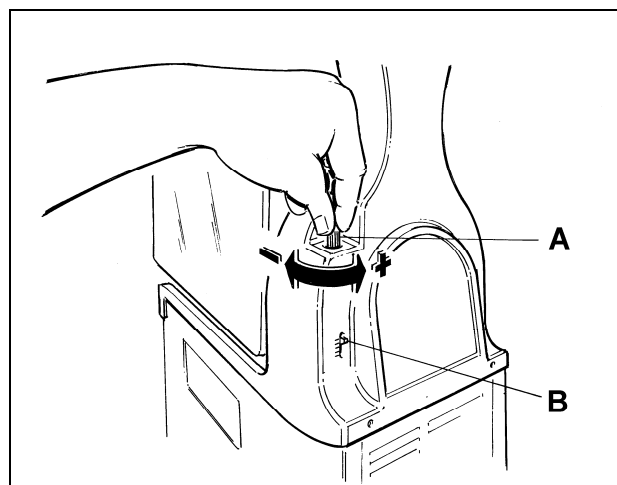

Fig. 9
- b) **Regolazione della consistenza:** per variare la consistenza del prodotto, agire sul pomello di regolazione A collocato nel retro della macchina (fig. 9); come evidenziato dalla scala B, girando in senso orario, il prodotto diventerà meno denso, girando in senso antiorario, il prodotto diventerà più denso.